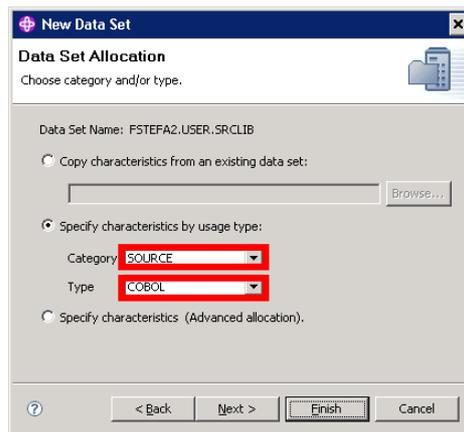

Abbildung 16
3. Im nun erscheinenden Fenster wird als Kategorie des Data Sets **SOURCE** und als Typ **COBOL** ausgewählt (Abbildung 16). Letzten Endes wird mit einem Klick auf **Finish** der PDS FSTEFA2.USER.SRCLIB angelegt.
5. Um den PDS FSTFEFA2.USER.JCLLIB anzulegen, muss erneut Schritt 2 und 3 wiederholt werden, jedoch mit dem Data Set Name **USER.JCLLIB**. Anstelle des Typs COBOL wie in Abbildung 16 gezeigt, wird hier jedoch **JCL** verwendet.